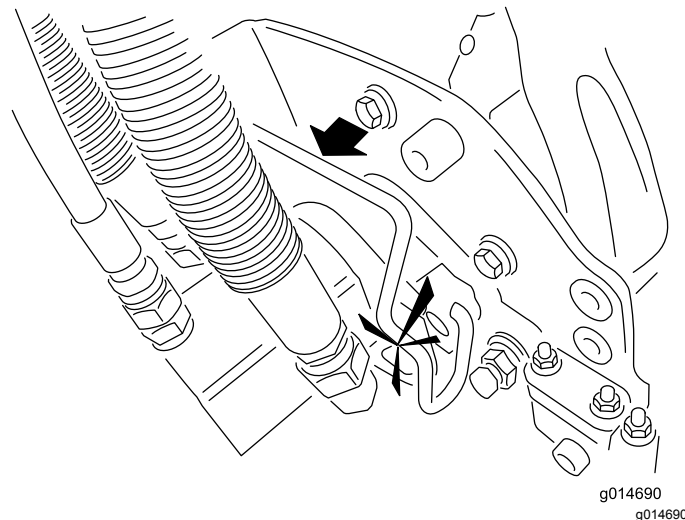

図 46
- 5. カuttingユニット用モータのスプラインシャフトにきれいなグリスを塗りつける 図 46。
- 6. モータを、カuttingユニットの左側運転席から見てに取り付け、カuttingユニットについているモータ固定バーを、モータの上から被せるようにセットし、モータの左右から「カチッ」というロック音が聞こえるまで押し下げる 図 46。